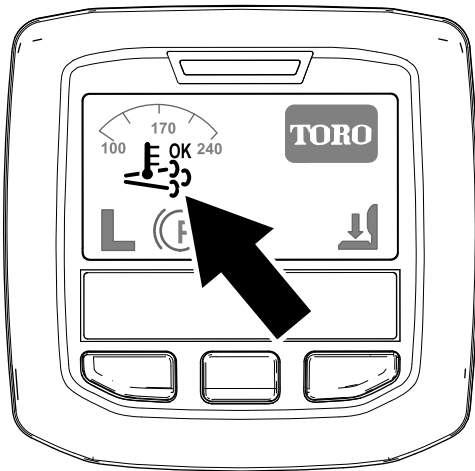

Figura 34
- El icono de regeneración asistida/de reinicio se muestra en el InfoCenter (Figura 34).